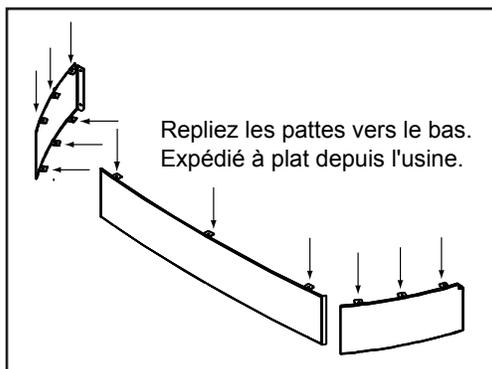

Figure 20.1
2. Posez la pièce frontale et les côtés face vers le bas. Repliez les pattes vers le bas et vers l'intérieur. **Figure 20.1.**